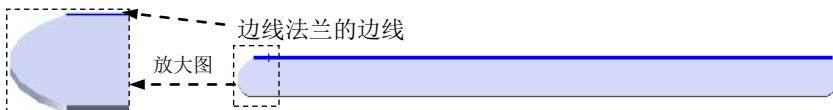

图 15.4.14 边线法兰的边线
(2) 定义特征的边线。选取图 15.4.14 所示的模型边线为生成的边线法兰的边线。